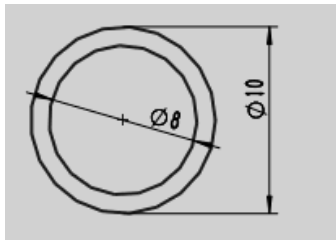

图 7-70 草图 13
(23) 选择右视基准面 右视基准面，绘制一个如图 7-70 所示的草图 13。单击剖面视图